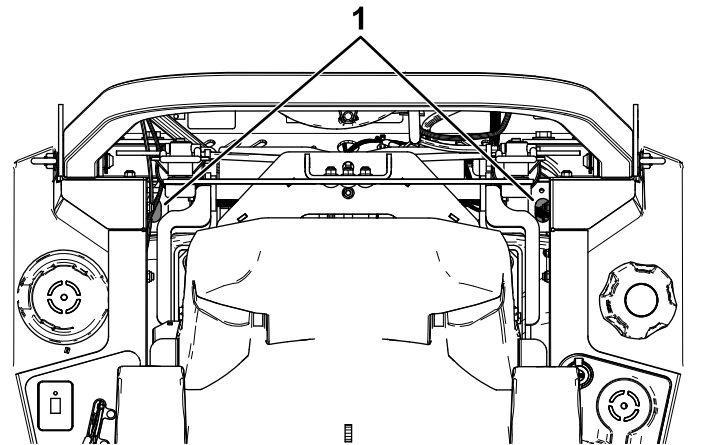

Figure 68
4. Utilisez une rallonge et une douille de 7/16 pouce pour accéder au bouchon d'aération par le haut de la machine, en passant par les trous près des supports de l'arc de sécurité (Figure 68).